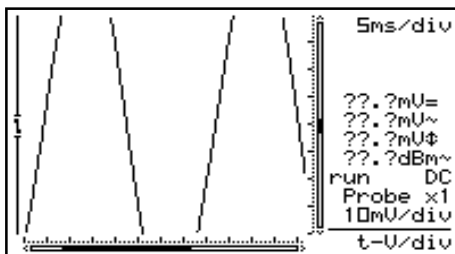

Fig 28
- If the signal goes off-screen or when the signal is too small for measurement, the readout will show ??? (see fig 28)
- Als het signaal buiten het scherm verdwijnt of te klein is voor metingen, zal de uitlezing ??? aanduiden. (Fig 28)
- Si le signal sort de l'écran, ou lorsque le signal est trop petit pour être mesuré, trois points d'interrogation ??? sont affichés. (Fig 28)
- Wenn das Signal aus dem Bildschirm verschwindet oder wenn das Signal bei dB-Messung zu klein ist, zeigt die Anzeige ??? an (Abb. 28)